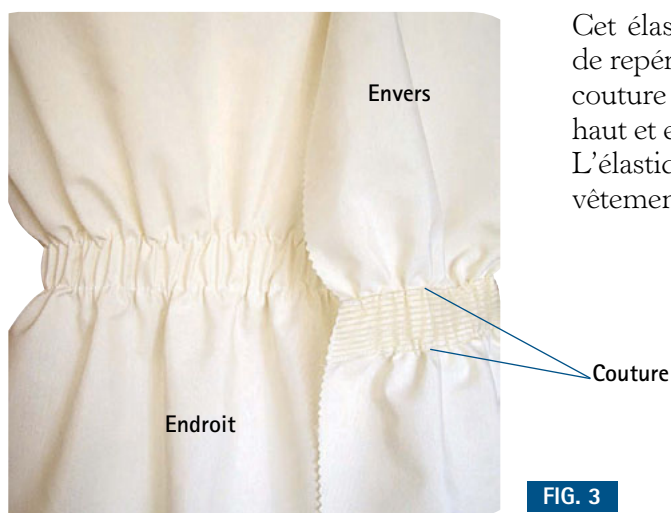

FIG. 3
② Passer le fil à travers l'anneau avec les doigts de la main gauche.
③ Resserrer ensuite l'anneau en tirant sur le fil (fig. 3, flèche rouge).
④ Répéter l'opération jusqu'à obtenir la longueur souhaitée de la bride.